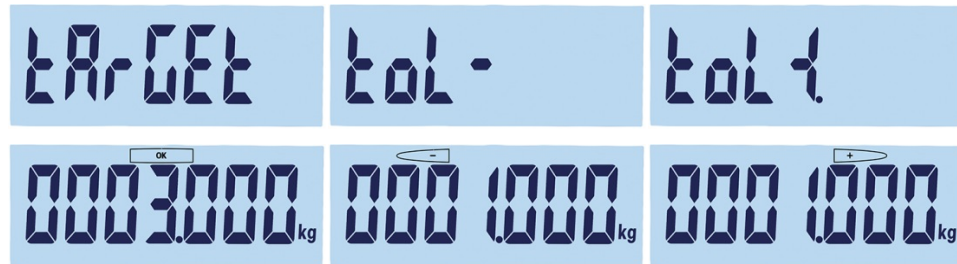

Figure 2-12 : Affichage des cibles et des tolérances : Cible (à gauche), basse (au centre) haute (à droite)
- b. Sinon, le terminal affichera « Cible » pendant 1 seconde et ensuite affichera le poids zéro (Figure 2-12). Sélectionnez un chiffre à modifier en utilisant  pour un déplacement vers la gauche et  pour un déplacement vers la droite. Une fois que le chiffre requis est sélectionné et clignotant, sa valeur peut être augmentée en utilisant  et être diminué en utilisant . Sur l'exemple présenté en Figure 2-12, la cible a été définie sur 3 kg.
3.  apparaît en partie supérieure gauche de l'affichage. Définissez l'utilisation des touches de direction conformément aux indications de l'étape 2.b ci-dessus. Dans cet exemple (Figure 2-12 au centre), la tolérance basse est définie sur 1 kg. Appuyez sur  pour passer à l'écran suivant « Tolérance + ».
4.  apparaît en partie supérieure de l'écran. Définissez l'utilisation des touches de direction conformément aux indications de l'étape 2.b ci-dessus. Ici (Figure 2-12, à droite), la tolérance haute est définie sur 1 kg.